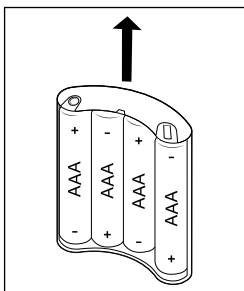

Fig. 3
6. Insérez à nouveau le support de piles **15** dans le compartiment de piles **14**. Veillez à insérer le support de piles **15** avec les contacts en premier dans le compartiment à piles **14** (voir fig. 3 et 4).